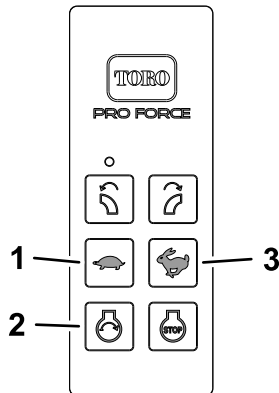

Figura 19
1. Mantenga pulsado el botón ARRANCAR MOTOR (Figura 19) del control remoto hasta que el motor arranque.
3. Ajuste la velocidad del motor usando el control remoto pulsando el botón AUMENTAR LA VELOCIDAD DEL MOTOR o el botón REDUCIR LA VELOCIDAD DEL MOTOR (Figura 19).